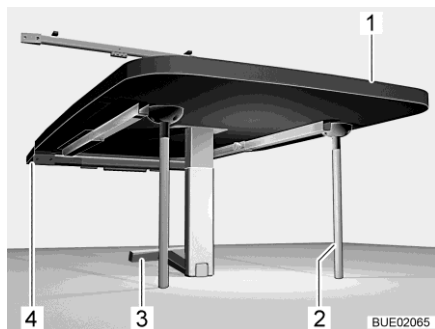

Fig. 136 Tavolo sospeso come struttura di supporto letto
- Sollevare il piano del tavolo (Fig. 136,1) dal davanti.
- Ribaltare di 90° la parte inferiore del supporto snodabile (Fig. 136,3).
- Inserire altri due montanti di supporto (Fig. 136,2) negli alloggiamenti sul lato inferiore del piano del tavolo.
- Inserire il tavolo nel listello di supporto inferiore (Fig. 136,4) e bloccarlo.